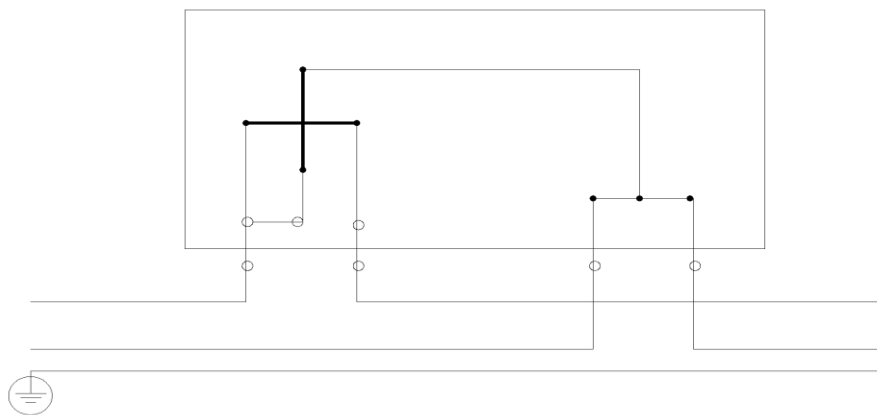

Рис. 1.1
1.2 Счетчик подключают согласно схеме приведенной в его тех паспорте (рис.1.1), предварительно выбрав необходимое сечение провода из предоставленной к документации сметы (согласно плану), исходя из максимально возможной нагрузки, которая может проходить через прибор. При подключении многожильного кабеля концы жил необходимо обжимать в наконечниках, чтобы улучшить качество контакта. Если жилы провода монолитные, то данная процедура пропускается.